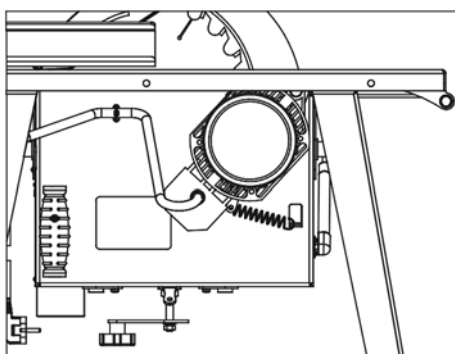

Рисунок 11. Пружина натяжения ремня
- снять кожух 5 (рис. 11);
8.2 Замена приводного ремня (рис. 11)
- снять пружину натяжения ремня со стороны двигателя (рис. 11);